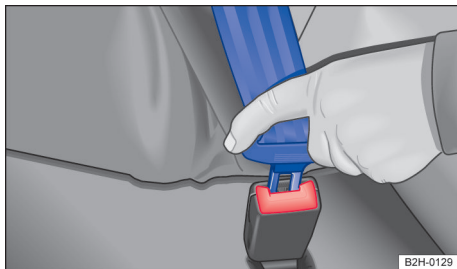

Fig. 28 Introduzir a lingueta do fecho do cinto de segurança subabdominal no fecho do cinto de segurança.
- Introduzir a lingueta do cinto de segurança firmemente no fecho do cinto de segurança perpendicular ao assento → Fig. 28.